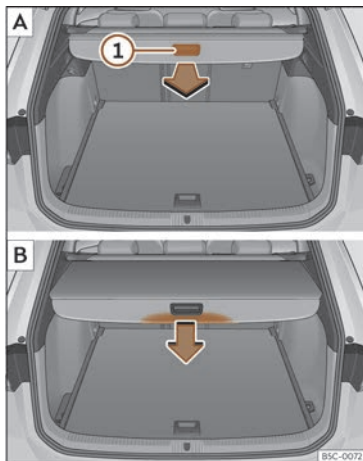

Abb. 185 Im Gepäckraum: Abdeckung ausziehen und einrollen.
- Ziehen Sie gleichmäßig die Abdeckung am Haltegriff >>> (Abb. 185) ① heraus, bis diese hörbar einrastet.
- Drücken Sie den Haltegriff der Gepäckraumabdeckung in Pfeilrichtung, bis diese entriegelt ist >>> (Abb. 185) B.